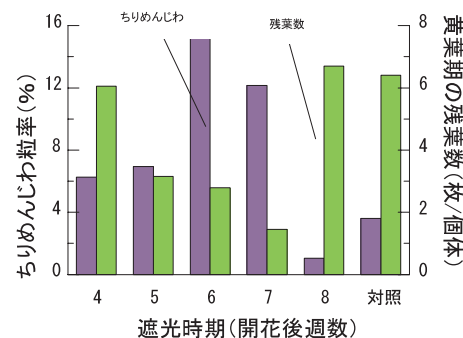

図3 遮光時期と落葉及びちりめんじわ粒発生との関係
ちりめんじわ粒の発生は、生育後半の栄養凋落が関係しており、作物体の老化の進行が抑制されている方が発生が少なくなります。落葉の進行を老化の指標とすると、①開花期から落葉期までの日数が長い(図2a)、②黄葉期頃の落葉速度が遅い(図2b)、③黄葉期頃の残葉数が多い(図2c)、という条件でちりめんじわ粒の発生は少なくなります。作物体の老化に対して最も影響が大きい時期は、開花期後6~7週目付近の子実肥大盛期にあり、この時期に光合成を抑制すると落葉が早まり、ちりめんじわ粒の発生率が高まります(図3)。